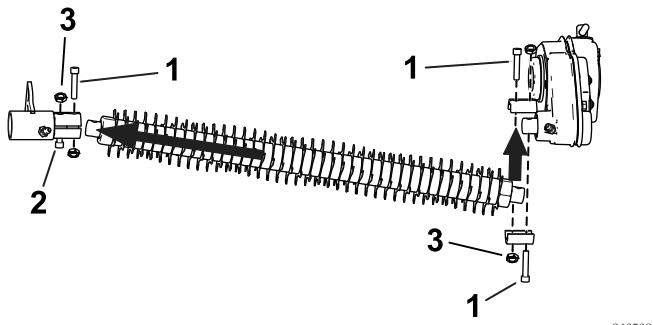
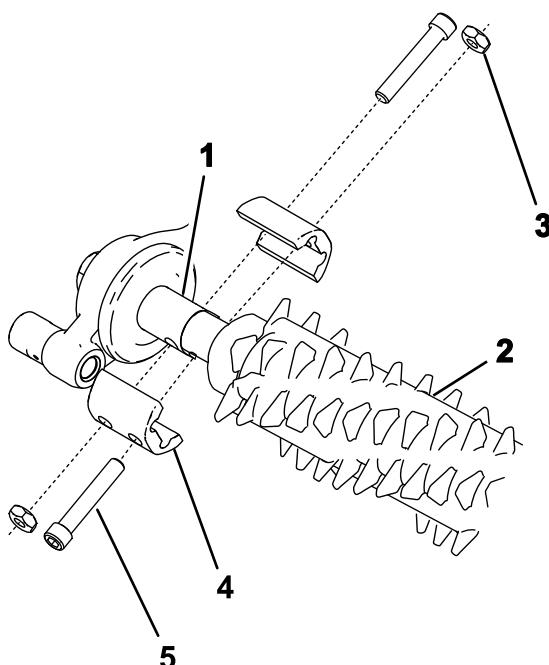

图22
图23
2. 将疏草刀轴轴夹的两半松松地安装在机器右侧的从动轴上 (图22 和图23)。
3. 将疏草滚刀轴滑入右侧的轴夹，向上摆动到与左侧的驱动轴接触 (图22)。
4. 如图22 和图23 所示将疏草滚刀固定到轴夹和螺母，上紧六角头螺丝扭矩至 $9.6 \sim 10.5 \text{ N} \cdot \text{m}$ 。
1. 从疏草滚刀一侧卸下两个螺栓、螺母和轴夹（图 23）。